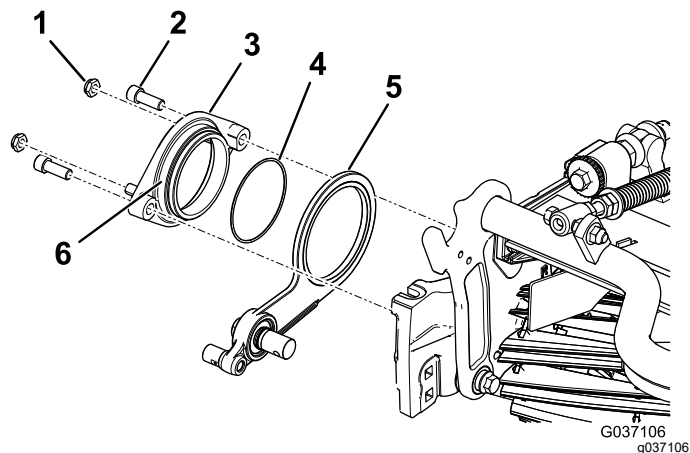

Figura 9
3. Aplique composto antigripagem no diâmetro exterior do conjunto do terminal de articulação (Figura 9).
4. Fixe o terminal de articulação sob o conjunto do rolete do cilindro utilizando dois parafusos de cabeça sextavada (Figura 9).
5. Instale sem apertar as duas porcas de bloqueio no terminal da articulação (Figura 9).